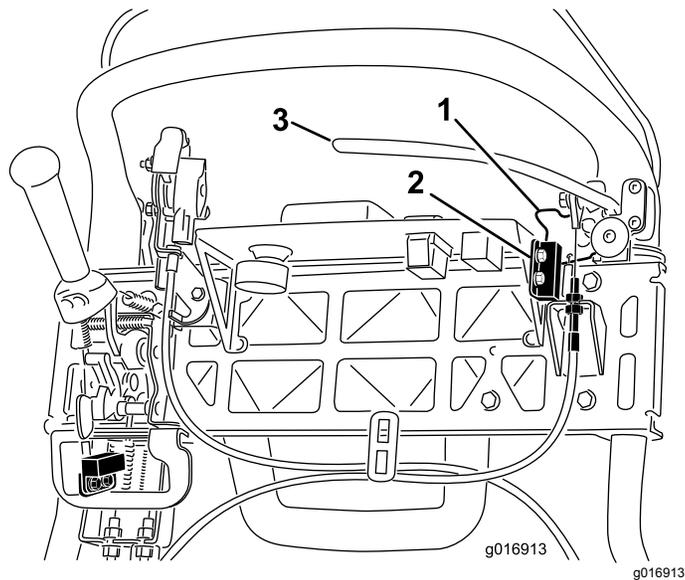

図 42
4. インタロックスイッチを固定しているねじをゆるめて外す 図 42。
5. 駐車ブレーキのラッチとインタロックスイッチとの間に厚さ 1.6 mm のシムをはさむ 図 42。